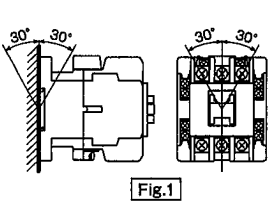

Fig.1
- (1)湿気、じんあい、振動の少ない所に設置してください。
- (2)垂直面に取付けてください。許容傾斜角度は30°以内です。(Fig.1)
- (1) Mount in a dry, clean and stable location.
- (2) Mounting on a vertical surface. The product must not incline more than 30°. (Fig.1)
- (1) 请安装在湿气、灰尘、振动少的地方。
- (2) 请安装在垂直面上。允许倾斜角度应控制在30°以内。(Fig.1)